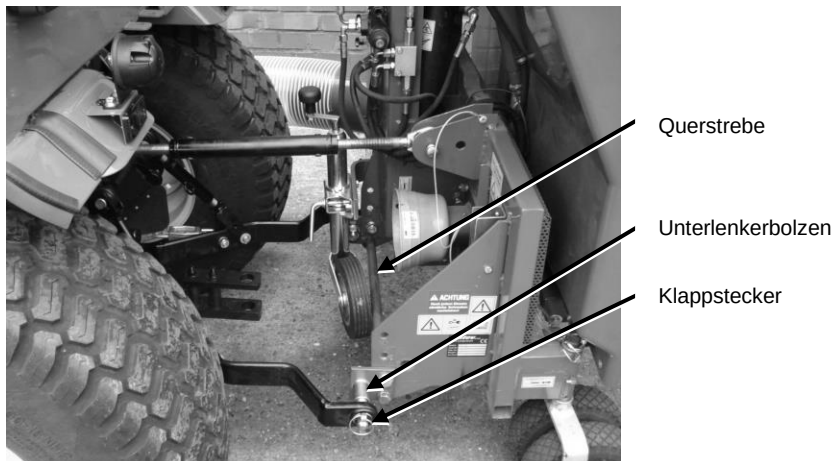

Bild 17: Unterlenkerbolzen am CLS
Um das CLS-G/H 650/850 an einer Heckdreipunkt montieren zu können benötigen Sie den entsprechenden Anbausatz gem. der matev-Preisliste. Unabhängig von der verwendeten Variante müssen Sie in jedem Fall die Querstrebe im Gerät in den vordersten Befestigungsbohrungen verwenden, siehe Bild 17 und Bild 10.
3. Entfernen Sie die Klappstecker an den Unterlenkerbolzen (siehe Bild 17).